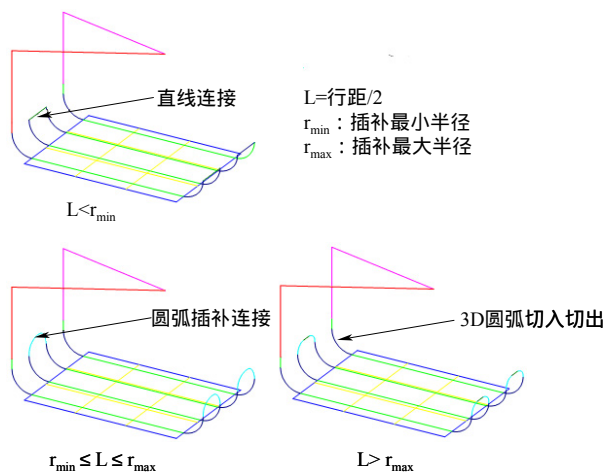

图 7-33 3D 圆弧切入切出插补的设定
- **【插补最小半径】与【插补最大半径】**: 3D 圆弧之间连接插补的参考值。设 $L = \text{行距}/2$, $L < \text{插补最小半径}$ 时, 用直线插补连接。插补最小半径 $\leq L \leq \text{插补最大半径}$ 时, 以 L 为半径的圆弧插补连接。 $L > \text{插补最大半径}$ 时, 以插补最大半径为半径插补连接。具体表示如图 7-33 所示。